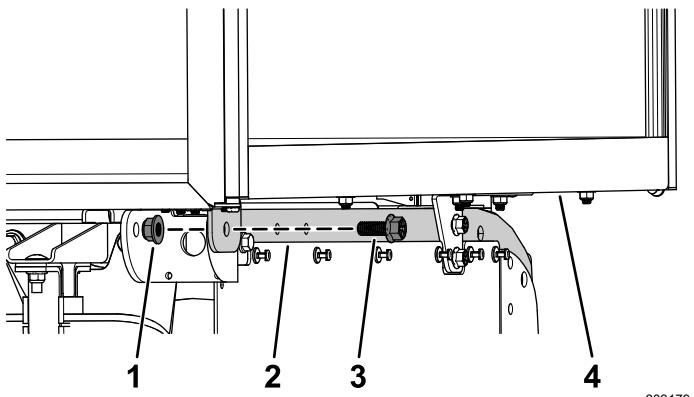

图 8
3. 用一个凸缘头螺栓 $\frac{1}{2} \times 1\frac{1}{4}$ 英寸和一个凸缘螺母 $\frac{1}{2}$ 英寸将多功能货车车厢的后部固定到机架管的后部图 8。